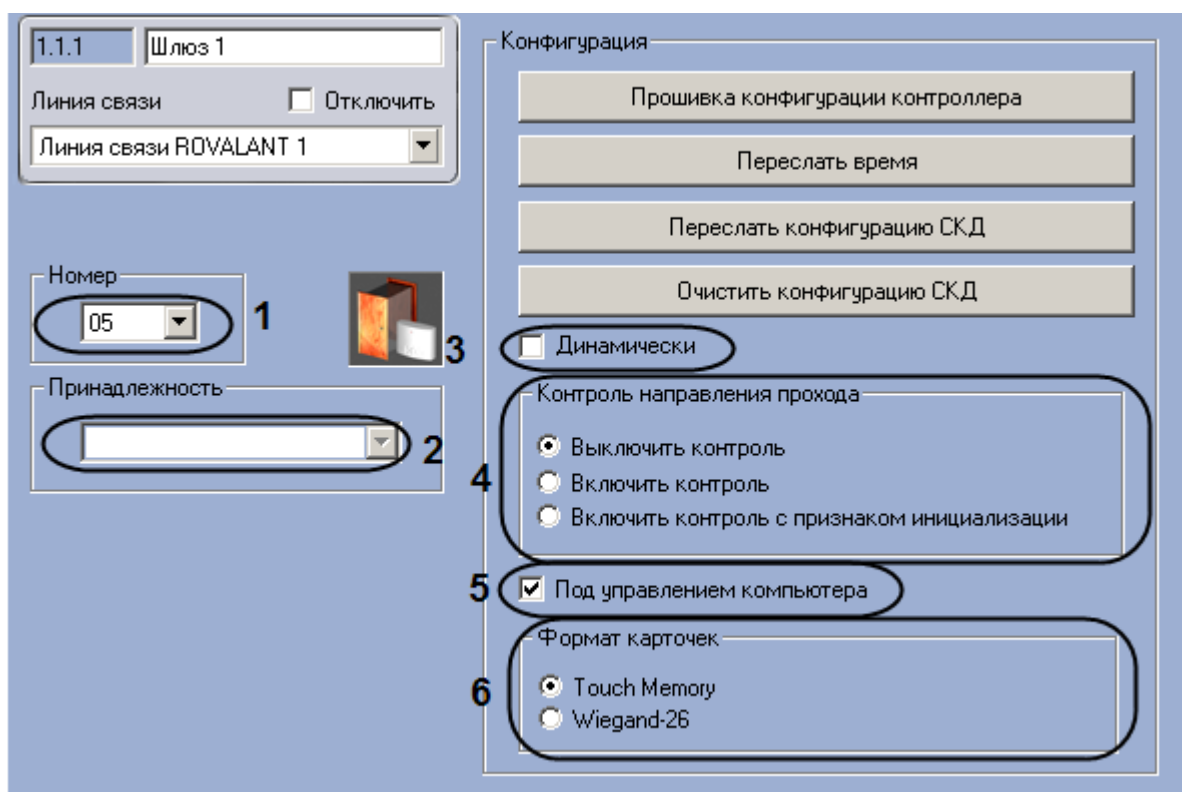

Рис. 3.4—21. Настройка шлюза
2. Выбрать аппаратный адрес шлюза из раскрывающегося списка **Номер** (см. Рис. 3.4—21, 1).
3. Выбрать объект **Сектор объекта охраны**, к которому относится данный шлюз, из раскрывающегося списка **Принадлежность** (см. Рис. 3.4—21, 2).